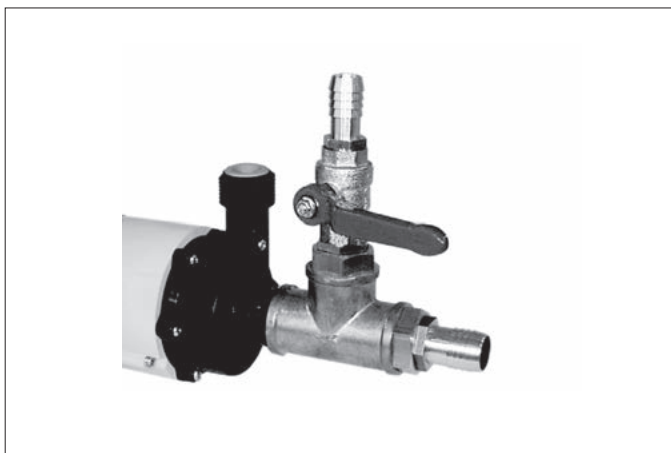

Fig.22 Raccordo di riempimento
- ▶ applicare un raccordo di riempimento sul lato ingresso/aspirazione della pompa per l'acqua fredda. V. Fig.22.